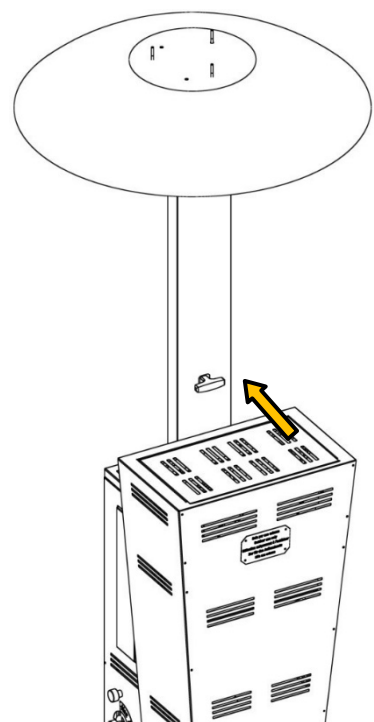

Abb. 6
- 5 Den Transportgriff festziehen. (Abb.6)